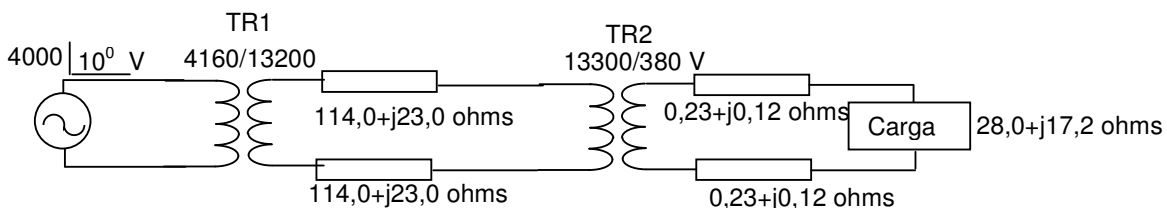

Fig. 11.14 – circuito do problema 11.7.
11.7 Seja um sistema elétrico como mostrado na Fig. 11.14. Pede-se: